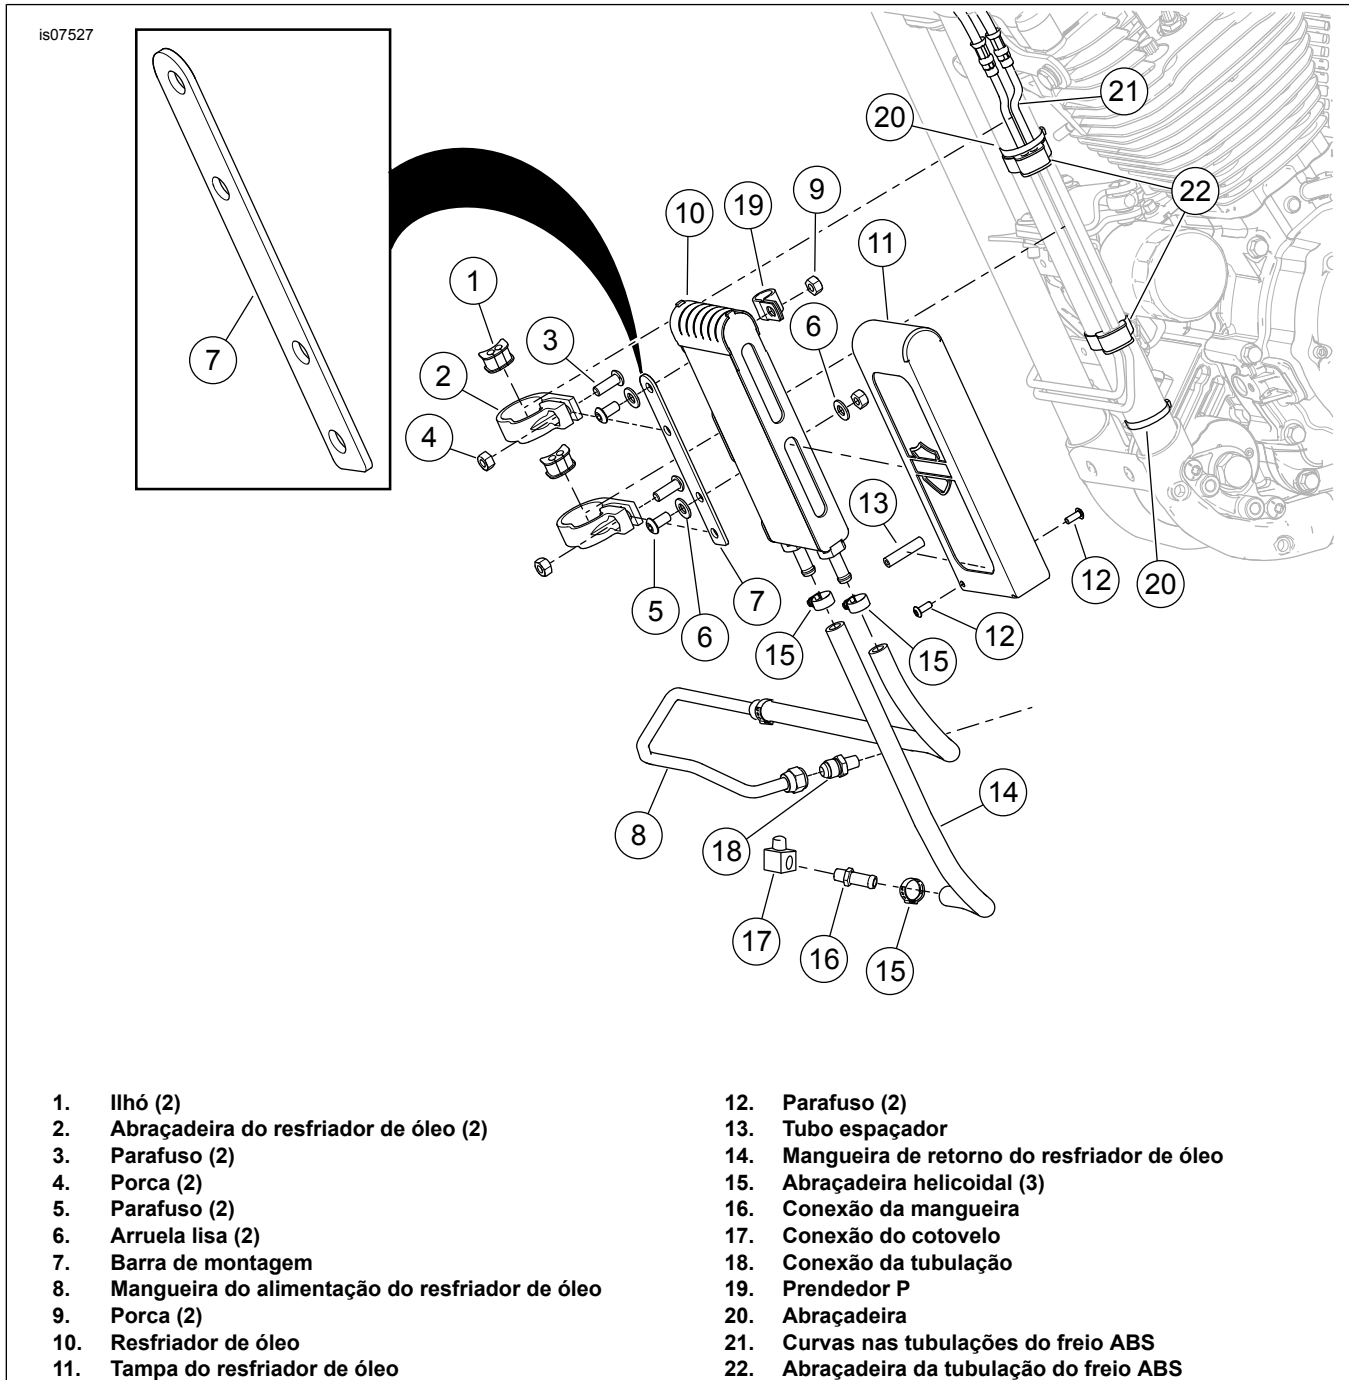

Figura 5. Instalação do prendedor da abraçadeira do resfriador de óleo
6. Remova e descarte a conexão da mangueira da bomba de óleo (2) da bomba.
7. **Modelos ABS:** Veja Figura 5. Remova a abraçadeira da tubulação superior do freio ABS (22) do tubo descendente esquerdo.
8. Veja Figura 5. Instale os ilhoses da tubulação do freio (1) nas tubulações do freio ABS ao longo do tubo descendente.
9. Instale as abraçadeiras do resfriador de óleo (2) sobre os ilhoses da tubulação do freio. Ajuste as localizações conforme necessário que o espaçamento da lingueta de montagem do resfriador de óleo corresponda ao local de montagem desejado do resfriador de óleo. Posicione a abraçadeira superior abaixo da curva das tubulações do freio ABS (21).
10. Veja Figura 5. Oriente a barra de montagem (7) como mostrado, com a extremidade arredondada para cima e o primeiro e terceiro furos para fora. Instale a barra de montagem (7) nas abraçadeiras do resfriador de óleo e fixe-a com o parafuso (3) e a porca (4). Não aperte os parafusos. Repita para as abraçadeiras do resfriador de óleo.
21. Veja Figura 5. Instale a abraçadeira (20) ao redor do quadro e do chicote de fios na área mostrada. Aperte a abraçadeira de modo que todos os fios sejam puxados na direção da parte externa da guia do quadro.